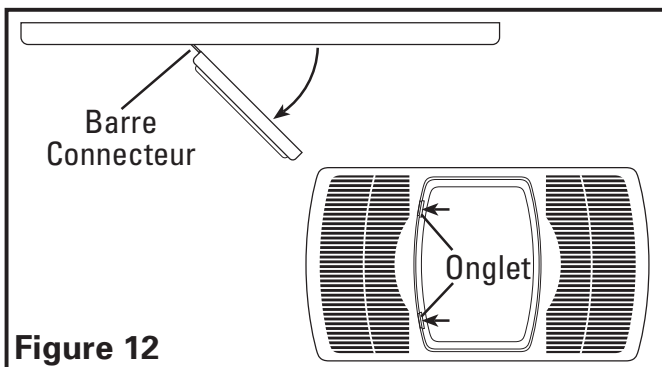

Figure 12
2. Enlever la grille de la boîte et ouvrir la section lentilles de lampe en poussant sur les deux onglets des lentilles de lampe et en tirant vers l'extérieur des lentilles. Les lentilles basculeront en position ouverte sur les barres connecteurs. NE PAS enlever les lentilles de la grille (Figure 12).